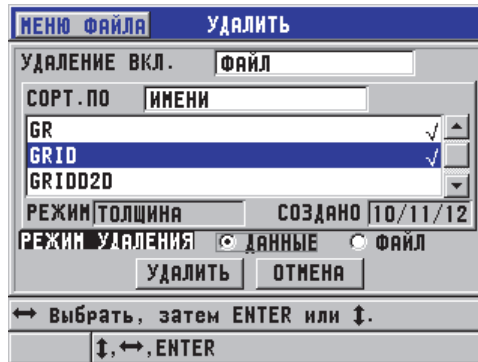

Рис. 6-31 Удаление файла
2. В окне **УДАЛИТЬ** (см. Рис. 6-31 на стр. 128):